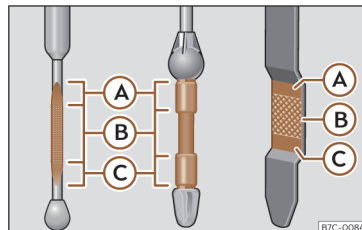

Fig. 222 Varilla de medición del nivel de aceite.
- A continuación, vuelva a extraerla y compruebe el nivel de aceite»» fig. 222. En caso necesario, reponga aceite del motor.
- Cuando el nivel de aceite alcance como mínimo la zona»» fig. 222 (B), enrosque el tapón de la boca de llenado con cuidado »» ⚠.
Si el nivel de aceite se encuentra por encima de la zona»» fig. 222 (A), no arranque el motor. Puede causar daños en el motor y en el catalizador. Informe a un taller especializado.
El nivel de aceite no deberá estar en ningún caso por encima de la zona»» fig. 222 (A). De no ser así, podría aspirarse aceite por el respiradero del cárter del cigüeñal y llegar a la atmósfera a través del sistema de escape.